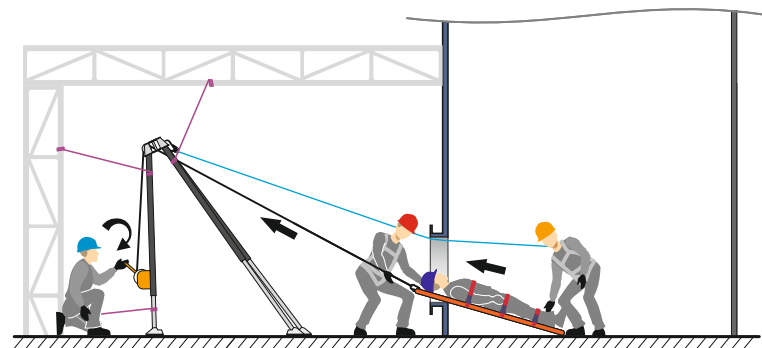

Рис. 19 Эвакуация пострадавшего из ОЗП.
14. Спасатель № 2 принимает пострадавшего снаружи, спасатель № 1 следит за пострадавшим внутри ОЗП (рис. 19).